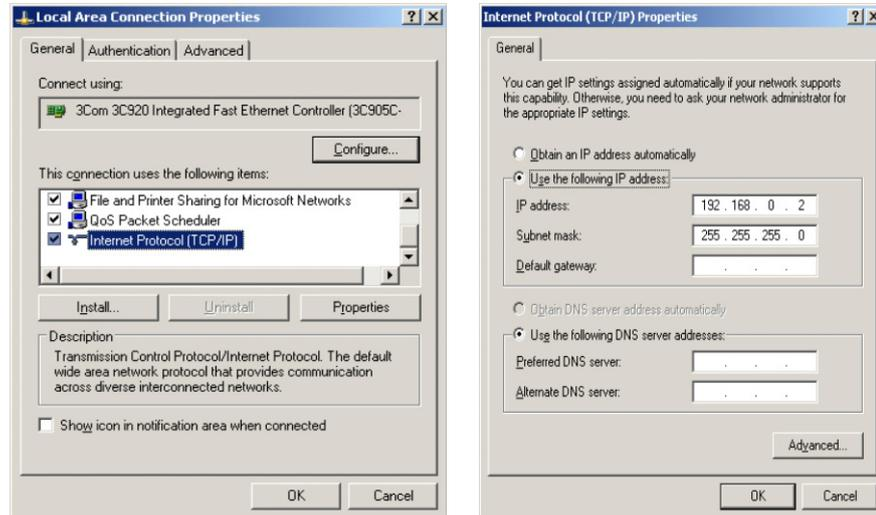

Abbildung B-6: Dialogfenster Eigenschaften von LAN-Verbindung (links) und Eigenschaften von Internetprotokoll (rechts)
7. Wählen Sie im Feld **Eigenschaften** (Abbildung B-6) **Internet Protocol (TCP/IP)** aus und klicken Sie auf die **Eigenschaften** Schaltfläche. Das Fenster **Eigenschaften von Internet Protokoll (TCP/IP)** erscheint (siehe Abbildung Abbildung B-6, rechts).